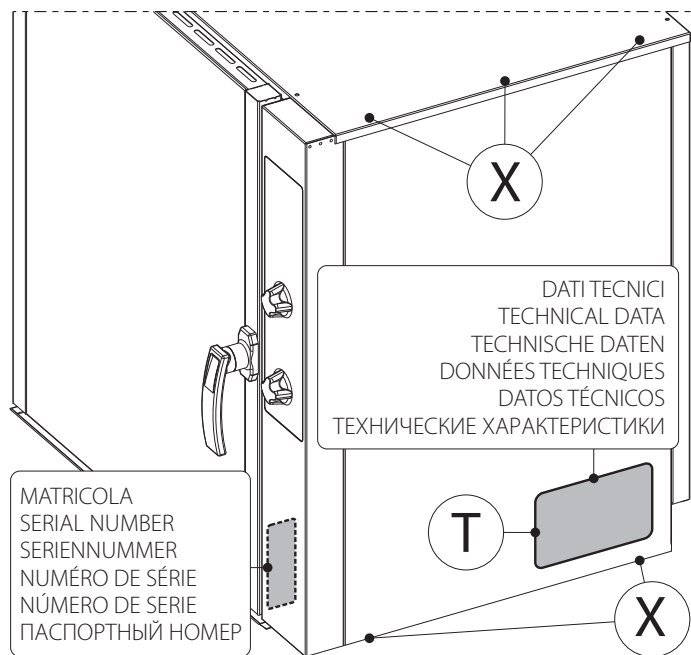
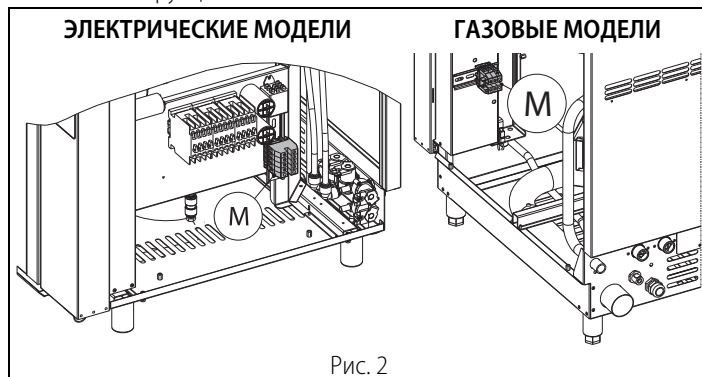

Рис. 1.1
Рис. 2
**i** Заводская табличка с техническими данными | **T** | рис.1.1 из клейкого полиэстера находится на правой стенке - внутри и снаружи.
Для доступа к клеммной колодке | **M** | рис. 2 следует снять заднюю панель, отвинчивая винты | **X** | рис.1.1, которые находятся в ее верхней и нижней части. Следуя инструкциям электросхемы, подсоединить проводники кабеля питания к клеммной колодке. Проложить кабель на днище, зафиксировав его специальным прижимом | **Z** | рис. 1. Подключить оборудование к надежной системе заземления, подсоединив заземляющий провод к расположенному рядом с клеммной колодкой винту, обозначенному соответствующим символом  $\perp$ . Оборудование должно быть также включено в эквипотенциальную систему, подобное соединение осуществляется посредством винта, обозначенного символом | **V** | рис. 1, который расположен в задней части оборудования. Эквипотенциальный провод должен иметь сечение 10 мм2.
1. Снять боковую панель (рис.1.1)
Для настройки или регулировки следует получить доступ к клапану и к горелке путем снятия боковой правой панели (рис. 1.1).